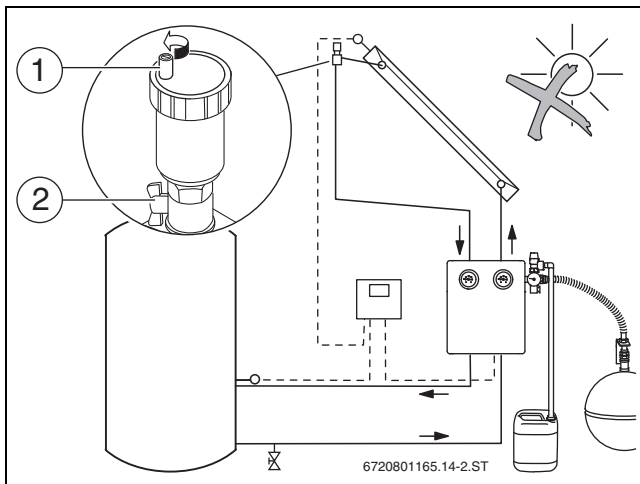

Fig. 31 Abrir o purgador
- ▶ Fechar a válvula de esfera direita [2] no grupo de circulação e a válvula de esfera no ventilador (→ fig. 31, [2]).